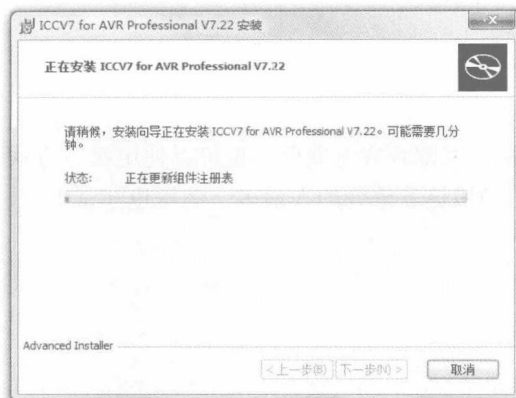
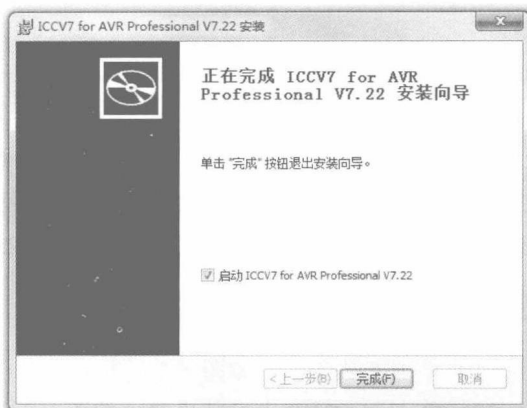

图 1-2-5 安装过程
图 1-2-6 安装完成
(5) 单击“下一步”按钮, 依次弹出如图 1-2-5 和图 1-2-6 所示的对话框。